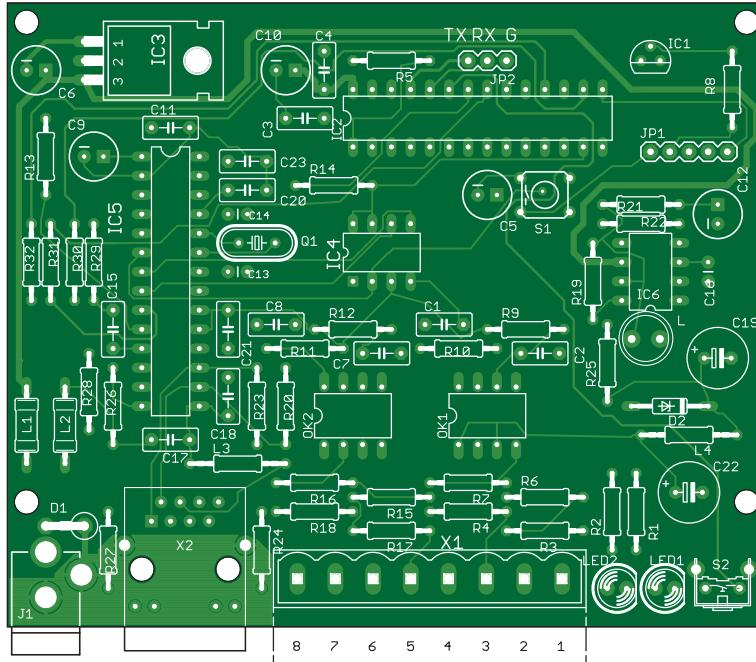

Bild 2. Die Platine für den „Stromzähler im Netz“ wird ausschließlich mit bedrahteten Bauteilen bestückt.
**Bild 2** zeigt das Platinenlayout für das Puls0-Gateway. Es sind keine Schwierigkeiten beim Aufbau der Platine zu erwarten. Die Schaltung sollte funktionsblock-weise aufgebaut werden, beginnend mit der Spannungsversorgung. Dann sollte man sich davon überzeugen, dass jedes IC auch die richtige Versorgungsspannung erhält und keinerlei Kurzschlüsse vorliegen. Besonders sollte man bei der Montage des Spannungsreglers samt Kühlkörper darauf achten, dass keine Kurzschlüsse entstehen.